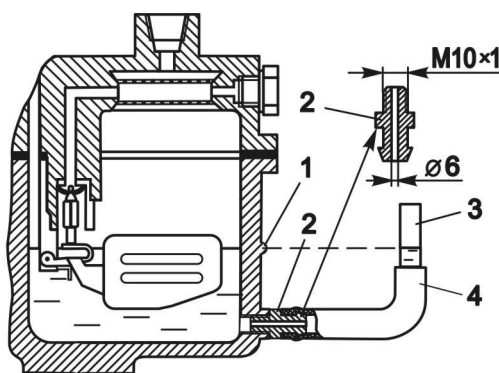

Рис. 3-11 Схема проверки уровня топлива
2. Ввернуть вместо сливной пробки штуцер 1 (рис. 3-11) и подсоединить к нему резиновую трубку 2 со стеклянной трубкой 3 с внутренним диаметром не менее 9 мм.